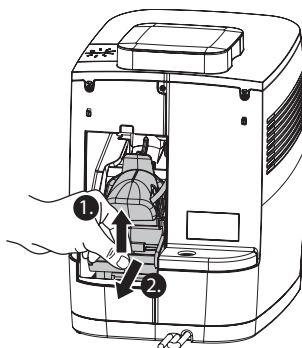

Abb. 15: Brühseinheit herausziehen
4. Ziehen Sie den roten Hebel der Brühseinheit nach oben und ziehen Sie die Brühseinheit schräg nach unten aus der Maschine heraus (Abb. 15).